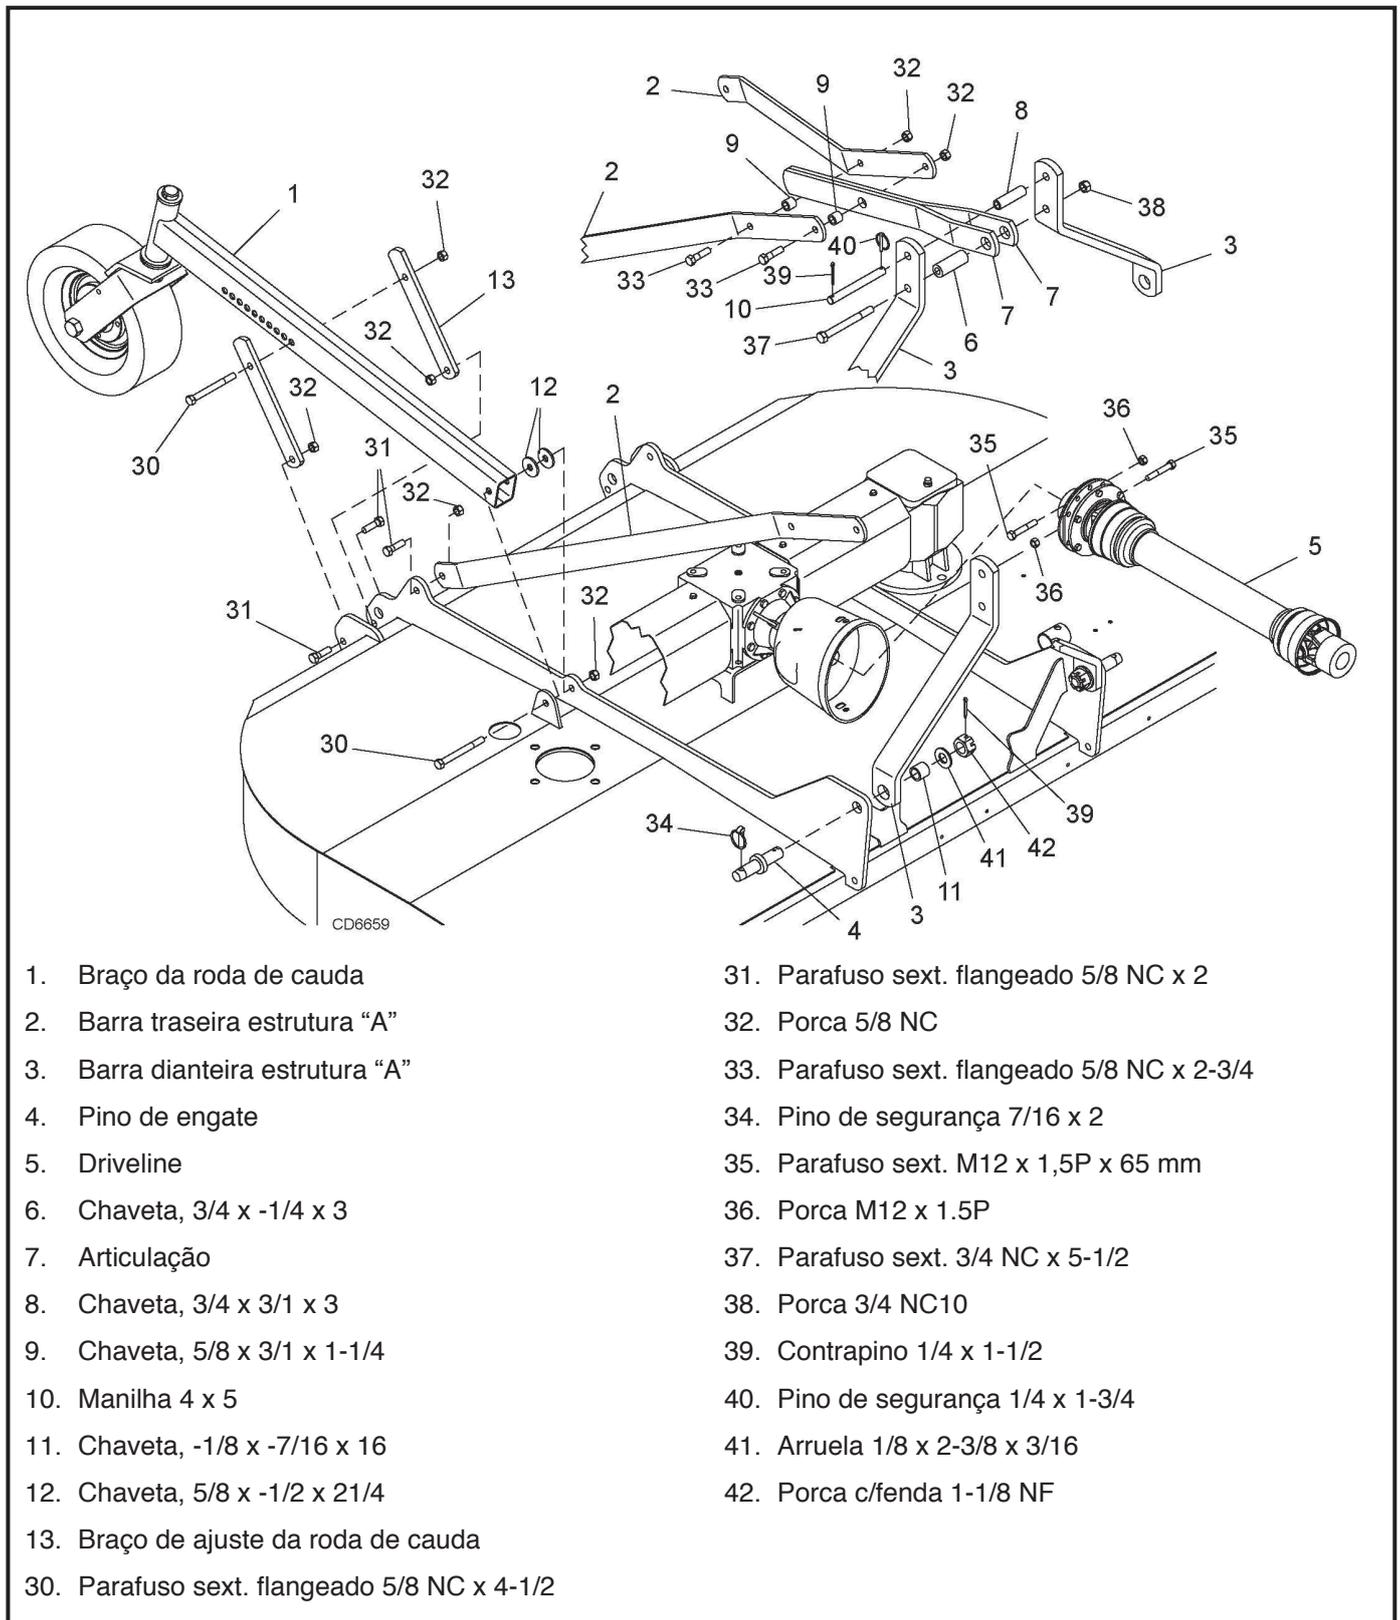

Figura 39. Unidade Montado DS96
Veja a Figura 39.
Consulte a Figura 37 e Figura 39
Consulte a Figura 38 e Figura 39
2. Fixe as transmissões usando o parafuso (31) e a porca (32).
3. Prenda os braços da roda de cauda (1) entre o trilho da plataforma e a alça próxima ao meio da cortadora. Fixe na posição usando os parafusos (30), duas arruelas (12) e a porca (32). **NOTA:** Veja a Figura 39 pelo posicionamento das arruelas (12).
4. Alinhe os orifícios nos braços de ajuste (13) com um orifício no braço da roda de cauda e insira o parafuso (30). Fixe com a porca (32). **NOTA:** As posições dos furos nos braços da roda de cauda determinam a altura de corte. O ajuste final será necessário quando a cortadora estiver acoplada ao trator.